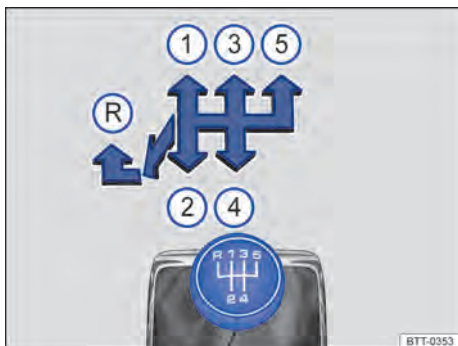

Fig. 90 Esquema de troca de marchas da transmissão manual de 5 marchas.
As posições de cada uma das marchas estão representadas na alavanca de troca de marcha → Fig. 90.
- Empurrar a alavanca de troca de marcha totalmente para a esquerda e depois para frente até a posição da marcha a ré → Fig. 90 (R).